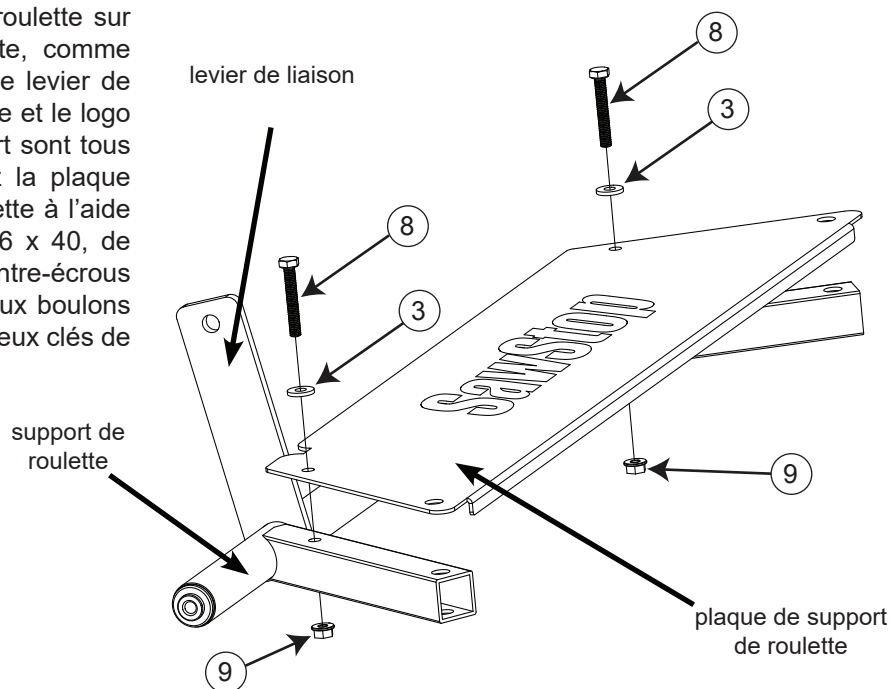

Fig. 5
5. Placez la plaque de support de roulette sur le dessus du support de roulette, comme indiqué sur la fig. 5. Notez que le levier de liaison sur le support de la roulette et le logo SawStop sur la plaque de support sont tous deux dirigés vers le haut. Fixez la plaque de support au support de la roulette à l'aide de deux boulons hexagonaux M6 x 40, de deux rondelles M6 et de deux contre-écrous à bride M6. Serrez à fond les deux boulons hexagonaux M6 x 40 à l'aide de deux clés de 10 mm.